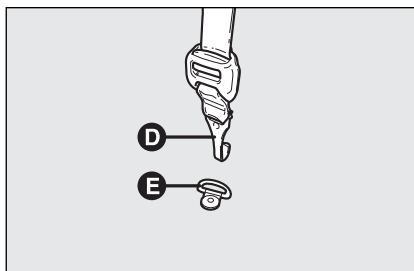

fig. 18
- ☐ pour les sièges-enfant en position dans le sens de la marche, boucler la sangle supérieure **D-fig. 18** (prévue dans la poche supérieure du siège-enfant) à l'agrafe **E** placée dans le coffre à bagages;